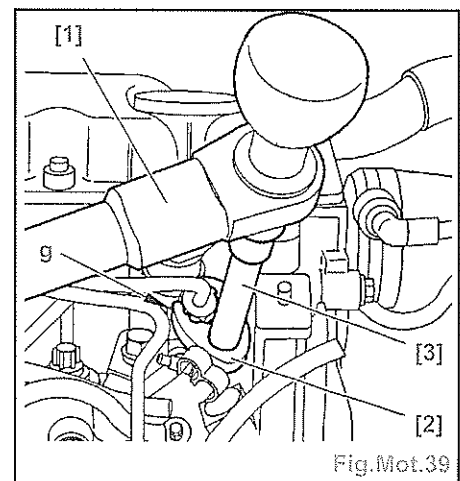
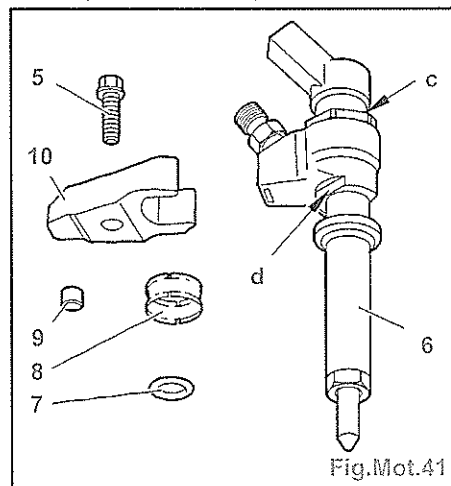

Fig.Mot.39
Fig.Mot.41
- les fixations (11) :  $2 \pm 0,2$  m.daN,
- la fixation arrière (8) :  $2,25 \pm 0,2$  m.daN.
- l'écrou de fixation du pignon (10) :  $5 \pm 0,5$  m.daN,
- le tube haute pression (7) :  $2,5 \pm 0,2$  m.daN, à l'aide des outils [1], [2] et [3] (Fig.Mot.39).
- la rampe d'injection (8),
- le tube d'alimentation haute pression (7) (neuf).
- Serrer à l'aide des outils [1], [2] et [3] (Fig.Mot.39) :
- Déposer (Fig.Mot.41) :
- les vis (5),
- les brides (10),
- les injecteurs (6),
- les bagues d'étanchéité (8),
- les joints (7),
- les grains d'appuis (9).
- serrer les vis (5) (Fig.Mot.41) à  $3 \pm 0,3$  m.daN; à l'aide des outils [1], [3] et [5] (Fig.Mot.39),
- serrer les vis (5) (Fig.Mot.41) à  $3 \pm 0,3$  m.daN; à l'aide des outils [1], [3] et [5] (Fig.Mot.39).
- Appliquer un contre-couple en (g) (Fig. Mot.39).
- la pompe d'amorçage gazole (4),
- les tubes de retour carburant (1),
- le faisceau électrique (2).
- Reposer les fixations (3).